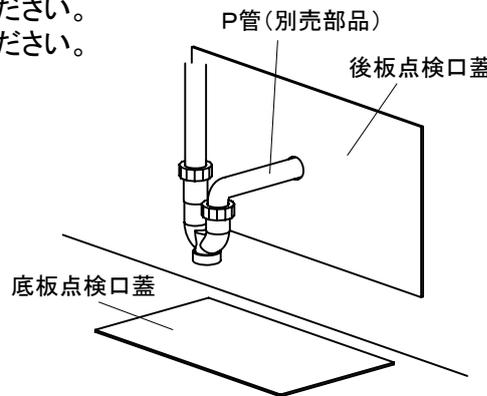

図14-4
- ① 後板点検口蓋にあけた穴にP管を通してください。(図14-4)